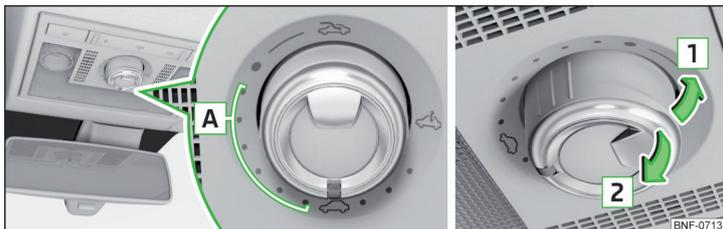

Fig. 38 Manejo del techo corredizo/elevable
Manejo del techo corredizo/elevable » fig. 38
Si se cierra el techo corredizo/elevable tirando en el interruptor de la cavidad en el sentido de la flecha 2 » fig. 38 de la pág. 46 y el proceso de cierre es detenido por un obstáculo, entonces en el tercer intento de cierre se desactiva el funcionamiento de la limitación de fuerza (cuando se reduce el período de 5 segundos entre cada intento de cierre). El techo corredizo/elevable cierra con toda la fuerza. ¡Existe peligro de lesiones!
- Conectar el encendido y colocar el interruptor en la posición ↻ » fig. 38 de la pág. 46.